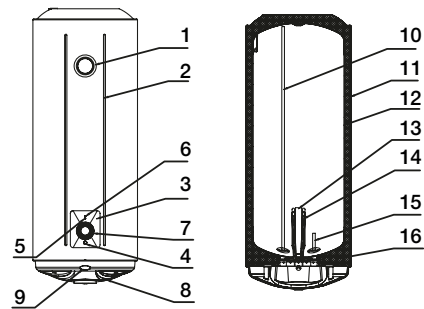

Рис. 1
1. Водонагреватели этой серии оснащены одним электрическим нагревательным элементом и могут работать в режиме полной или половинной мощности соответственно 1500 Вт или 750 Вт (водонагреватели емкостью 150 л в режиме мощности 2400 Вт или 1200 Вт). После подключения к источнику питания начнется нагрев в режиме 750 Вт (1200 Вт). Когда горит индикатор «Full power», значит включен режим полной мощности. Режим мощности регулируется нажатием кнопки «P» (рис. 1, п.4), одновременно будут гореть лампочка нагрева (рис. 1, п 5) и индикатор полной мощности (рис. 1, п 6).
полной мощности. С помощью ручки регулятора нагрева (рис. 1, п 7) установите требуемый уровень нагрева воды в диапазоне от min до max. Степень нагрева воды будет отображаться на шкале термометра (рис. 1, п 1). Режим «ECO» - экономичный режим, на шкале нагрева соответствует температуре 50-55°C. Нагрев воды отключается автоматически и включается для подогрева автоматически.